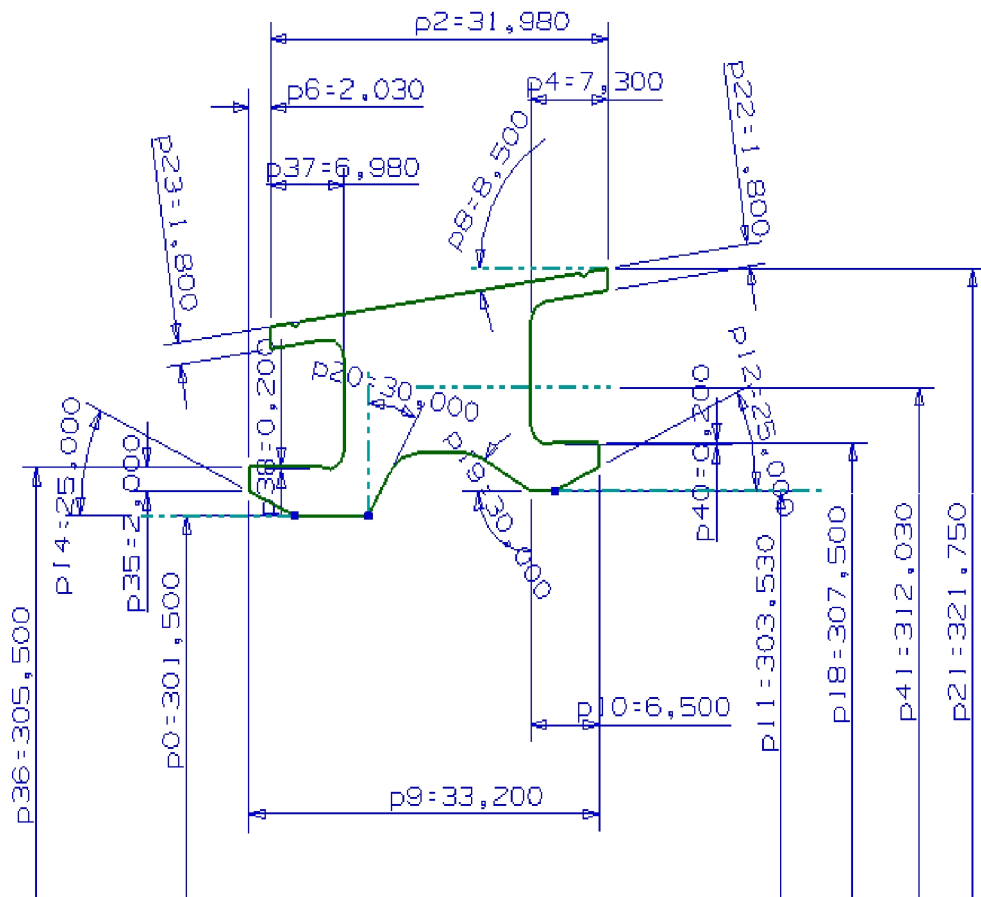

Рис. 72. Образмеренный эскиз проставки
5. Расставьте размеры и взаимосвязи, определяющие геометрию меридионального сечения проставки. Законченный эскиз должен выглядеть, как показано ниже (Рис. 72)